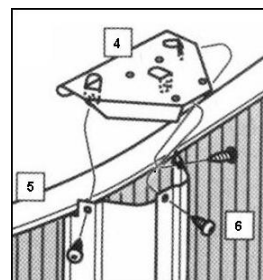

fig. 28
- c. Ponga una placa superior T2 (4) encima del borde superior de la pared de la piscina y sobre el perfil vertical (VER), con las lengüetas en el interior del perfil, fig. 28.
- d. Alinee los orificios para colocar los tornillos TO2 (6), fig. 28, en los tres agujeros del perfil vertical, asegurándose que se fijan en los agujeros de las lengüetas de la placa T2 (6).